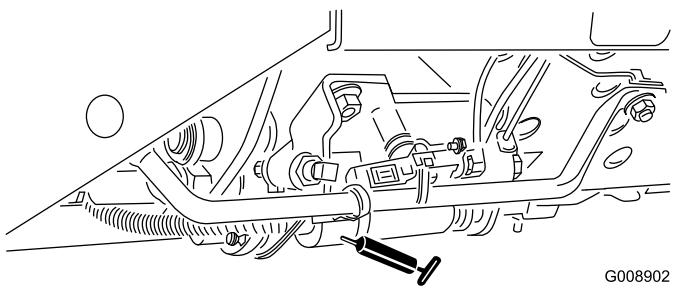

Bild 52
- Mähen-/Transportschieber (Bild 52)